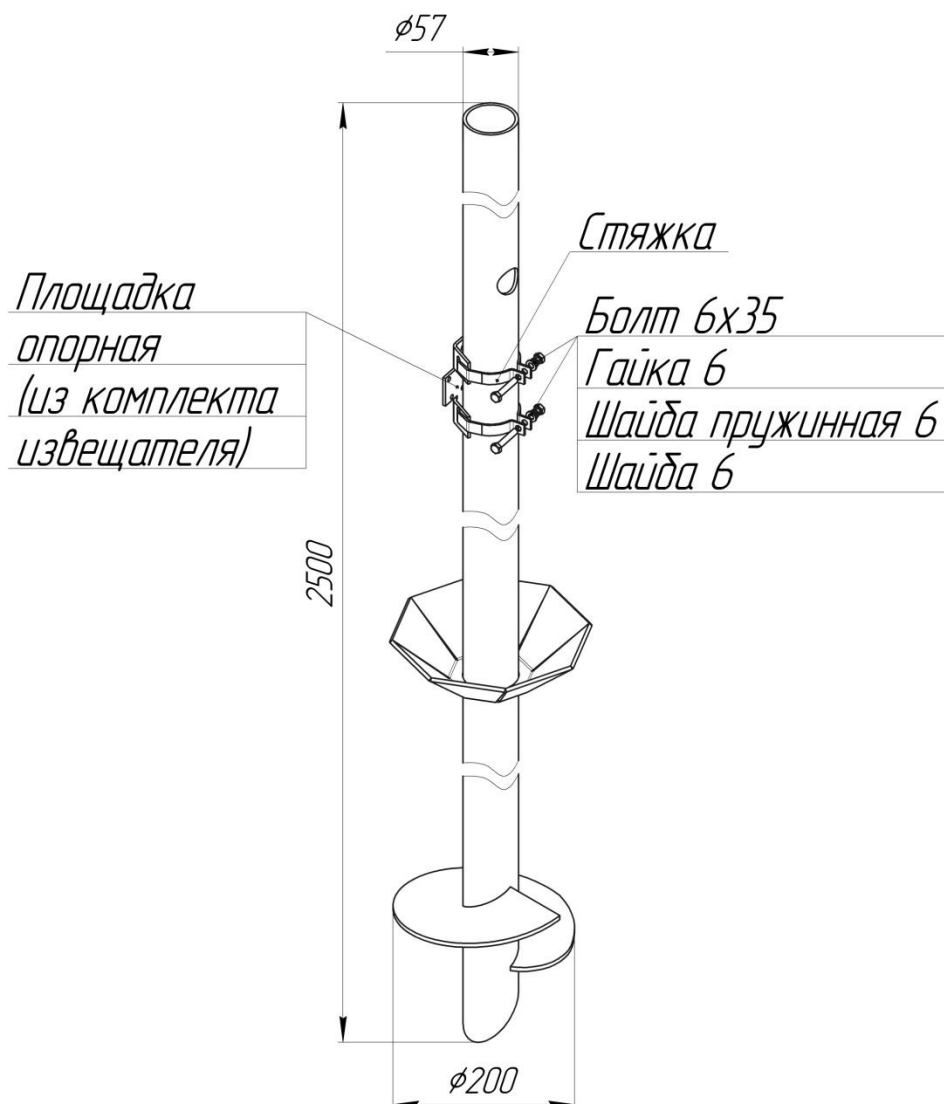

Рисунок 1 – Опора винтовая
1.2 Винтовая опора, входящая в комплект, (рисунок 1) выполнена из оцинкованной трубы диаметром 57 мм и длиной 2500 мм. На нижнем конце трубы приварен шнек, а на расстоянии 1100 мм от нижнего конца трубы приварен фартук, обеспечивающий уплотнение грунта и увеличивающий площадь опоры. В верхней части трубы имеется отверстие, в которое при установке опоры вставляется вороток. Крепление извещателя производится при помощи стяжек, входящих в состав комплекта, при этом червячные хомуты из состава извещателя не используются.